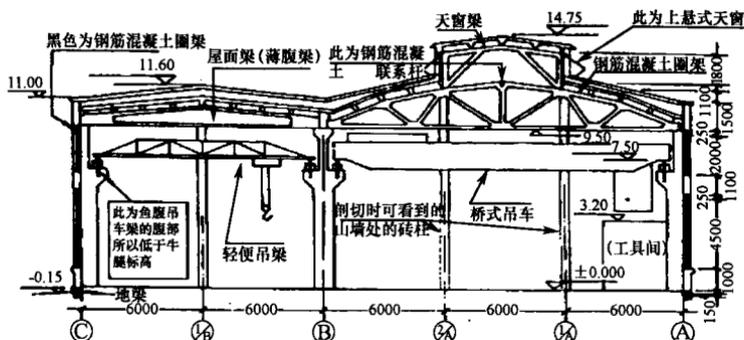

图 1-5 单层双跨工业厂房剖面图
工业厂房的横向剖面主要剖切在门口及有天窗处，纵向剖面主要是说明纵向吊车梁、柱间支撑、屋架支撑等构造情况。简单的厂房一般用一张剖面图纸就可以说明构造情况了，复杂的厂房需要用多张图纸才能说明厂房内部的构造情况。下面以图 1-5 为例说明看单层双跨工业厂房剖面图的方法。
(1) 首先要查看一下剖面图在平面图上的剖切位置，这样可以了解所剖切位置的构造情况。因此，看剖面图要与平面图结合起来看，这样就比较容易看懂。
(2) 看剖面图包括看地坪标高、牛腿顶面及吊车梁轨顶标高、屋架下弦底标高、女儿墙檐口标高、天窗架上屋顶最高标高。看外墙处的竖向尺寸（包括窗口竖向尺寸、门口竖向尺寸、圈梁高度），这些项目还可以对照立面图一起看。如在图 1-5 中看到外墙女儿墙顶标高为 11.00 m，屋架下弦底标高为 9.50 m，